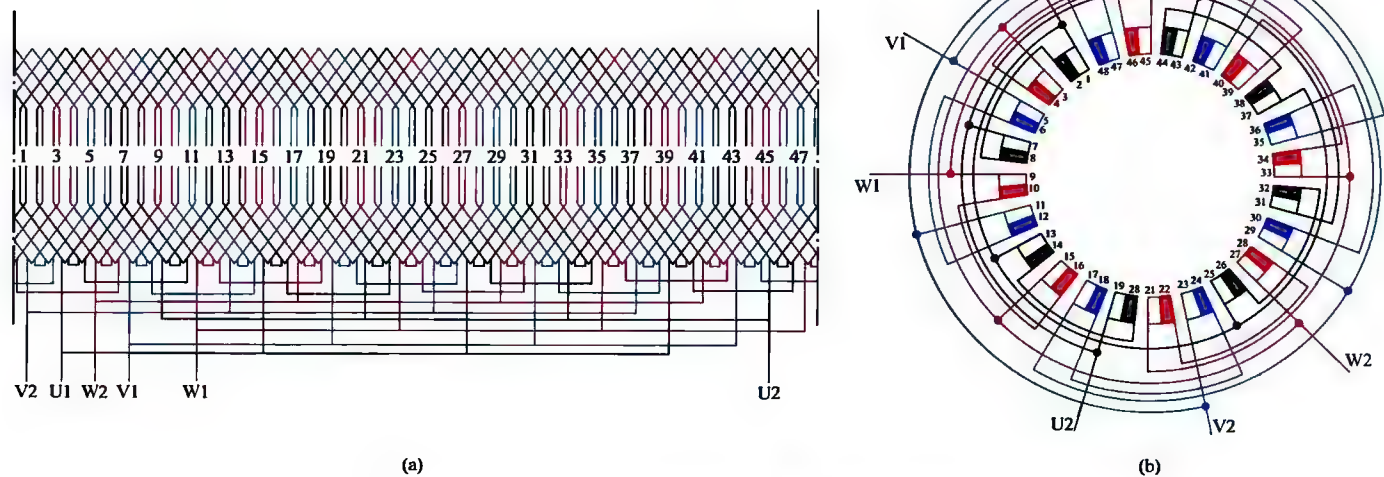

图 1-85 三相 8 极 48 槽双层叠绕组 4 路接法
85. 三相 8 极 48 槽双层叠绕组 4 路接法展开图与接线圆图 (见图 1-85)